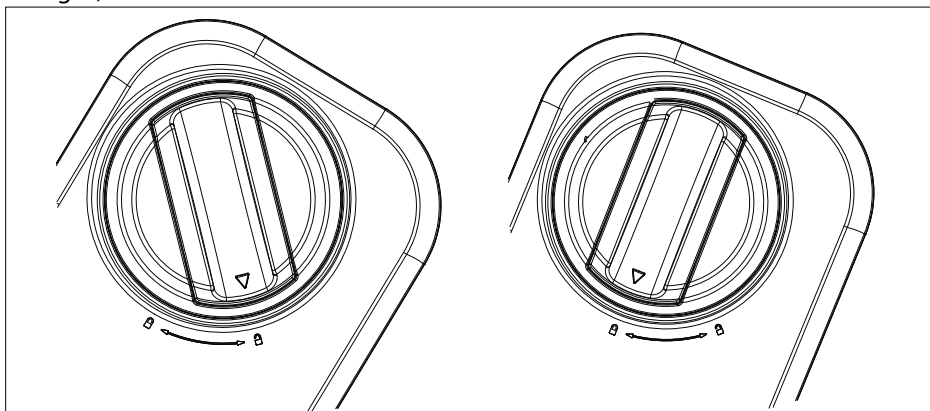

Fig. 8
- Ruotare il coperchio in direzione  fino a farlo scattare in posizione (vedere la fig. 8).